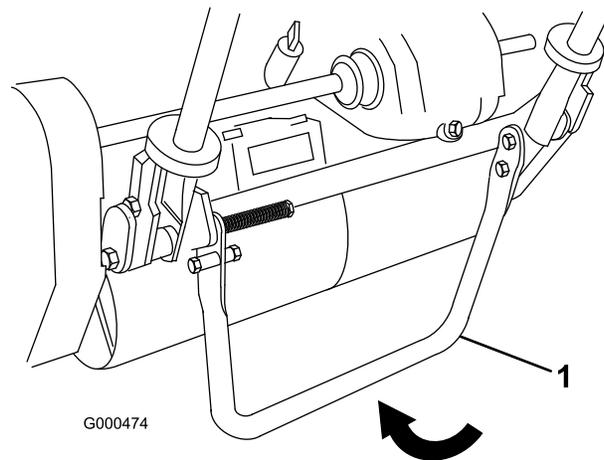

図 22
1. キック・スタンドを立てる (スタンドを足で下げながらハンドルを持ち上げる; 図 22)。